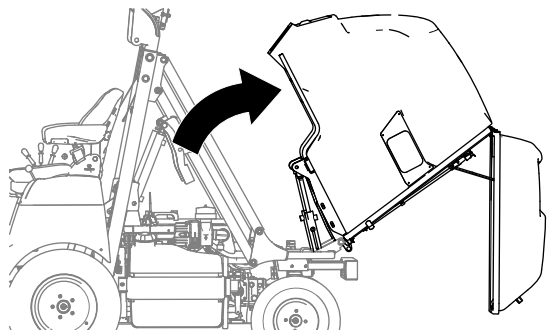

Figure 56
2. Basculez la trémie en arrière (Figure 56) à la main.